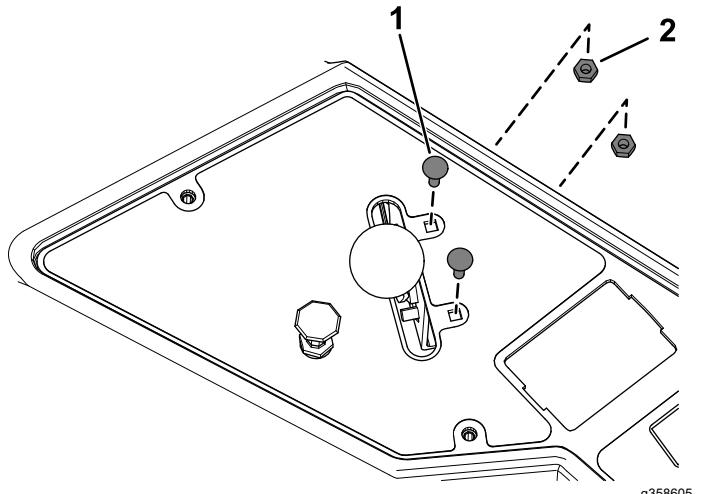

Figura 20
2. Retire los 2 pernos y las 2 tuercas que sujetan la palanca del acelerador al panel de control (Figura 20)